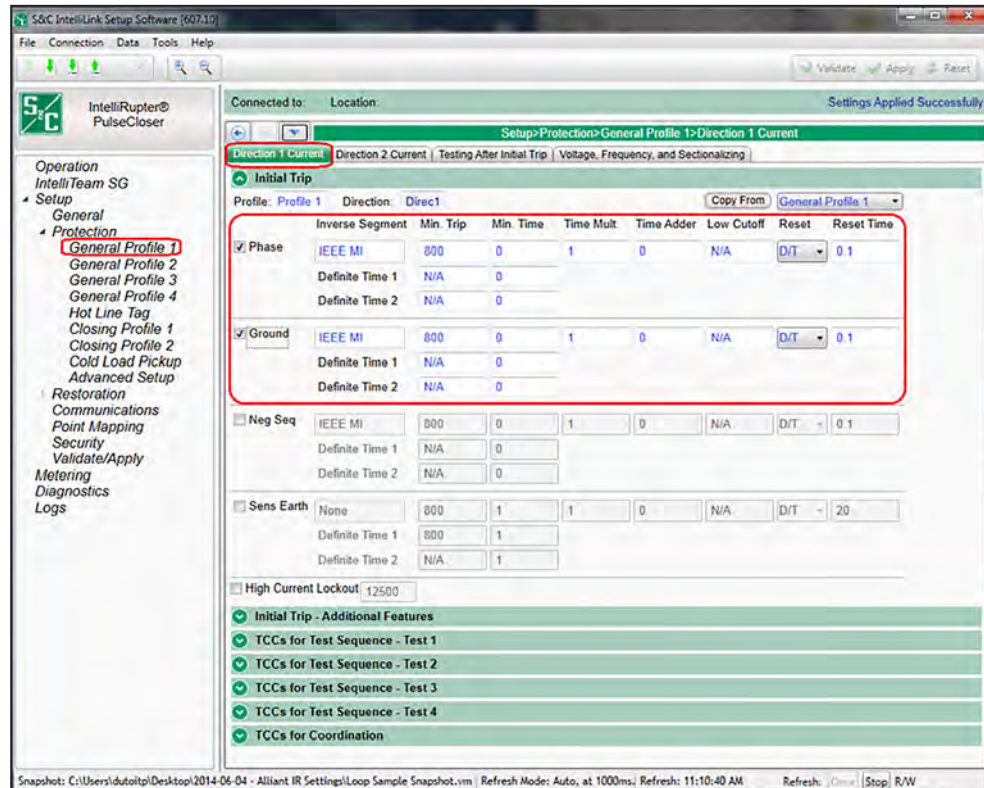

Figura 77. Painel de configuração de curvas de Trip Inicial na tela Configurações>Proteção>Perfil Geral 1>Direção 1>Corrente.
**PASSO 5.** Configure as curvas TCC de Trip Inicial para cada direção; cada sequência de testes pode ter uma única curva. Ver Figura 77 na página 162. A biblioteca de curvas S&C é encontrada na seguinte pasta do seu computador: *C:\Users\Public\Documents\S&C Electric\Curve Library 2.3\Base TCC Curve XDT Files*.